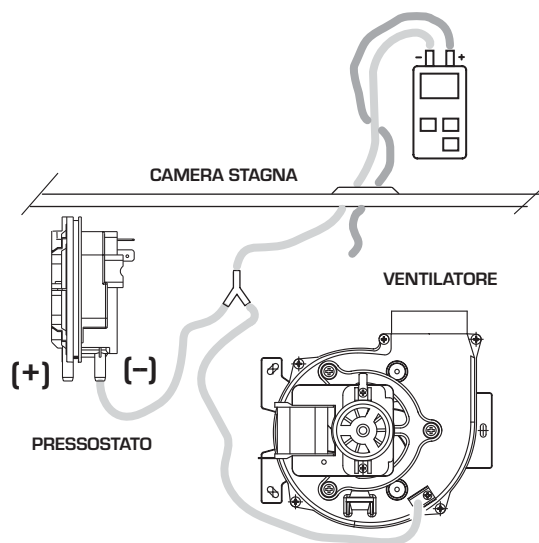

Fig. 18
3.8 PRESSOSTATO FUMI (fig. 18)
misurato con un manometro differenziale collegato come indicato nella fig. 18.
- Scollegare il tubetto della presa VENT della valvola [5 fig. 18].
- Togliere il cappuccio (1) del modulatore.